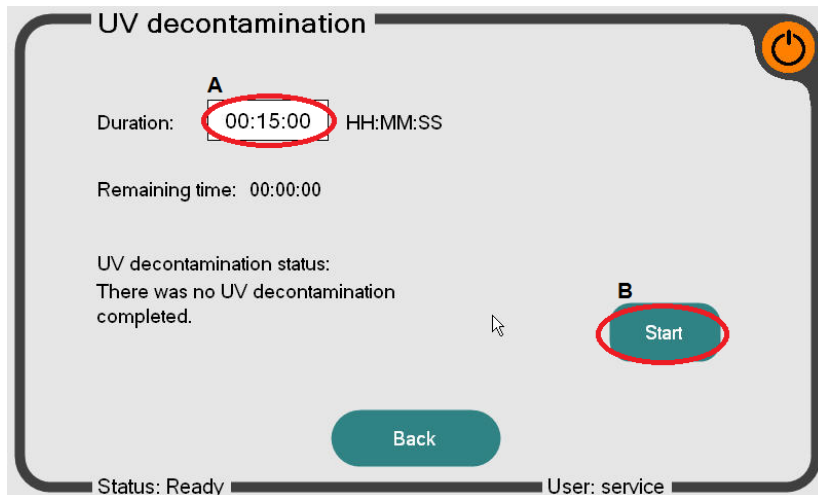

Figura 16: Schermata UV decontamination
Imposta il tempo di esposizione nel menu di decontaminazione UV (Figura 16, A) e quindi premere il tasto “Start” (B). Durante il processo di decontaminazione, la porta del dispositivo è bloccata per impedire il rilascio di radiazioni UV.